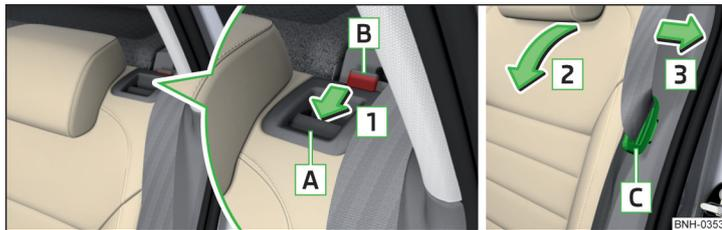

Fig. 66 Abatir el respaldo / Posición de reserva del cinturón de seguridad
- Introduzca la lengüeta de cierre del cinturón de seguridad **C** en el orificio situado en el revestimiento lateral del vehículo. Posición de reserva » fig. 66.
➤ Tirar el cinturón de seguridad trasero externo hacia el revestimiento lateral en el sentido de la flecha **3** » fig. 66.
➤ Introduzca la lengüeta de cierre del cinturón de seguridad **C** en los orificios situados en el revestimiento lateral del vehículo. Posición de reserva » fig. 66.